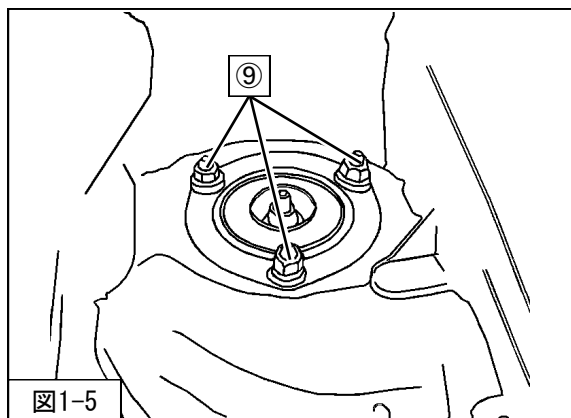

図1-5
7. ⑨フロントサスペンションASSYアッパー取付ナットを取外してください。(図1-5)